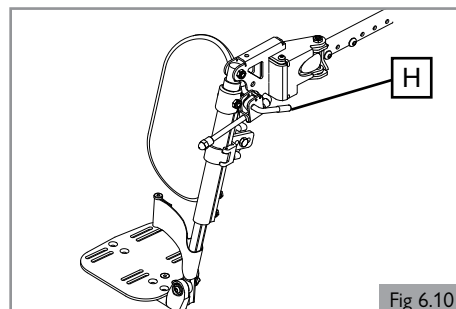

Fig 6.10
6.6 Repose-jambes réglable (option) (Fig. 6.10)